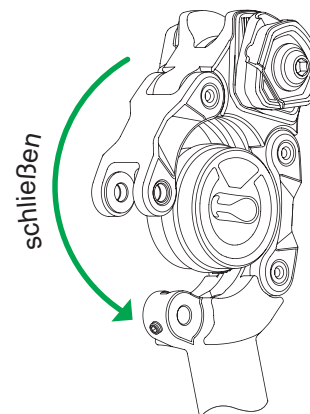

Abb.10.2.3
2. Schwenken Sie den hinteren Federarm nach unten (s. Abb. 10.2.3), um die Fixierung des Elastomer - Dämpferelements zwischen den Armen herzustellen.